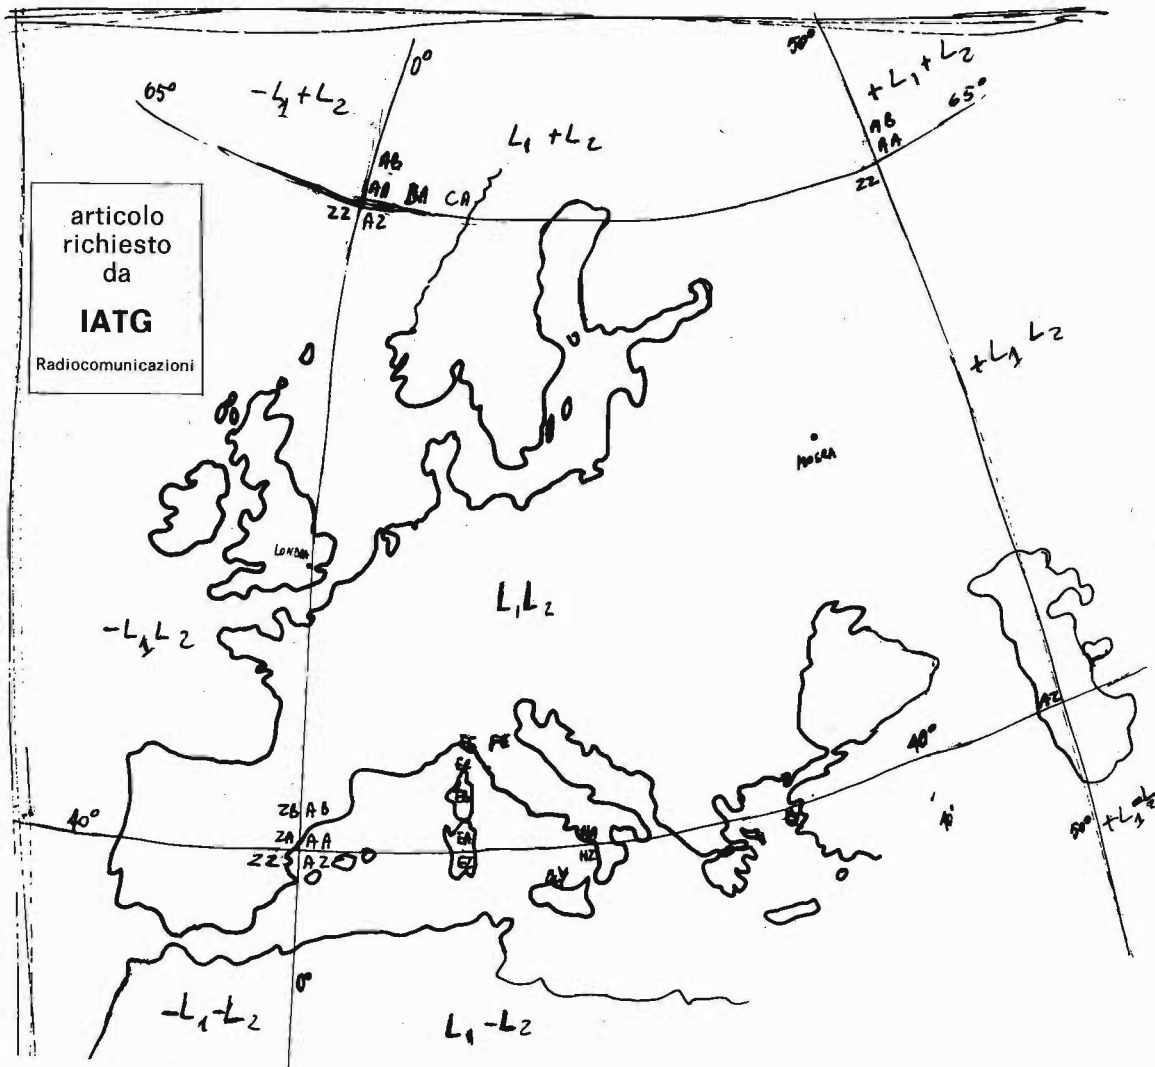

figura 1
La (4) e la (5), oltre alla onnipresente (1), sono le formule relative a questo metodo; la  $K_{\text{Lat}}$  è una costante da introdursi a seconda che si operi sul grande quadrato letterale che iniziando dalla Campania comprende quasi tutta l'Europa ( $K_{\text{Lat}} = 40$ ), o invece nel sud Italia ( $K_{\text{Lat}} = 15$ ); questo a causa del ripetersi delle lettere ogni venticinque gradi di latitudine (vedi figura 1).
- 3) l'introduzione dell'uso di una maschera di conversione applicata sulla tastiera che permette di inserire le lettere senza eseguire farraginose conversioni; il suo uso allarga ulteriormente il campo di applicazione del metodo alle prime quattro lettere di altri tre grandi quadrati letterali portando il campo di operatività a quello raffigurato in figura 1 che è talmente vasto che difficilmente, nonostante i nuovi Dx in meteor scatter, ci si può avvicinare ai confini;
La figura 1 fa vedere quale segno è da aggiungere alle lettere prima di impostarle in tastiera.
La figura 2 mostra la tavola di conversione tra lettere e numeri valida sia per quelle indicanti la latitudine sia per quelle indicanti la longitudine; questa assieme alla figura 1 aiutano a capire meglio il meccanismo di conversione.